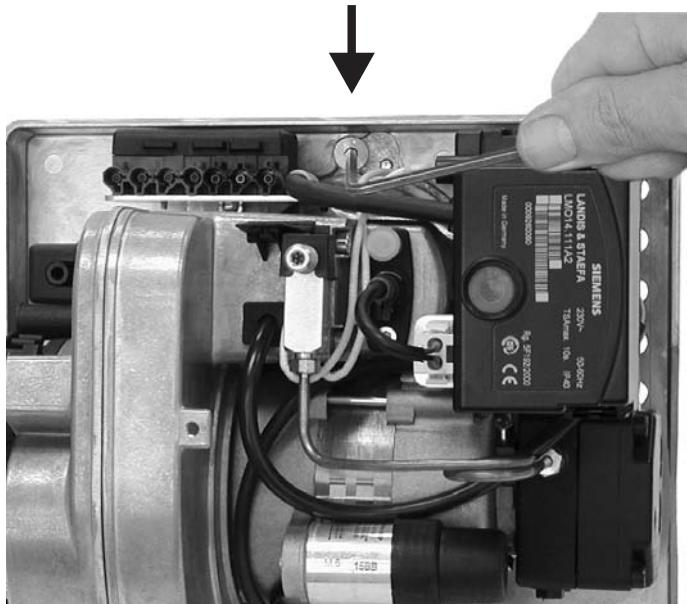

Abbildung 8 / Figure 8
- Serviceschraube lösen (siehe Abb. 8) und den Flansch mit Brennerohr abnehmen.
Die Serviceschraube mit Innensechskant-Schlüssel 4 mm 1/2 Umdrehung lösen (siehe Abb. 8), den Brenner nach links verdrehen und aus dem Brennerrohr herausziehen. Anschließend in die Serviceposition einhängen.
Loosen the service screw by 1/2 turn using a 4 mm hexagon socket wrench (see fig. 8). Turn the burner to the left and remove it from the burner pipe. After that, replace it in the desired service position.